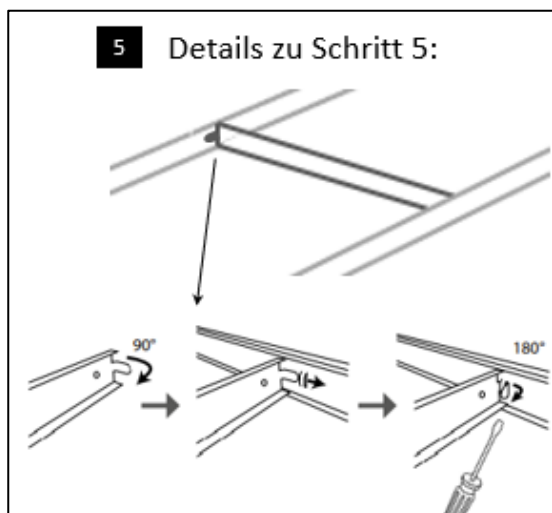

Abbildung 5
- **Schritt 5:** Die 5 Querstreben (Bauteil F) dann mittig jeweils zwischen den beiden Längstreben im 90 Grad-Winkel in die Längstreben an der dafür vorgesehenen Nut einstecken. Dann mit dem Schraubendreher die Zunge an der Nut umklappen (siehe Abbildung 5).